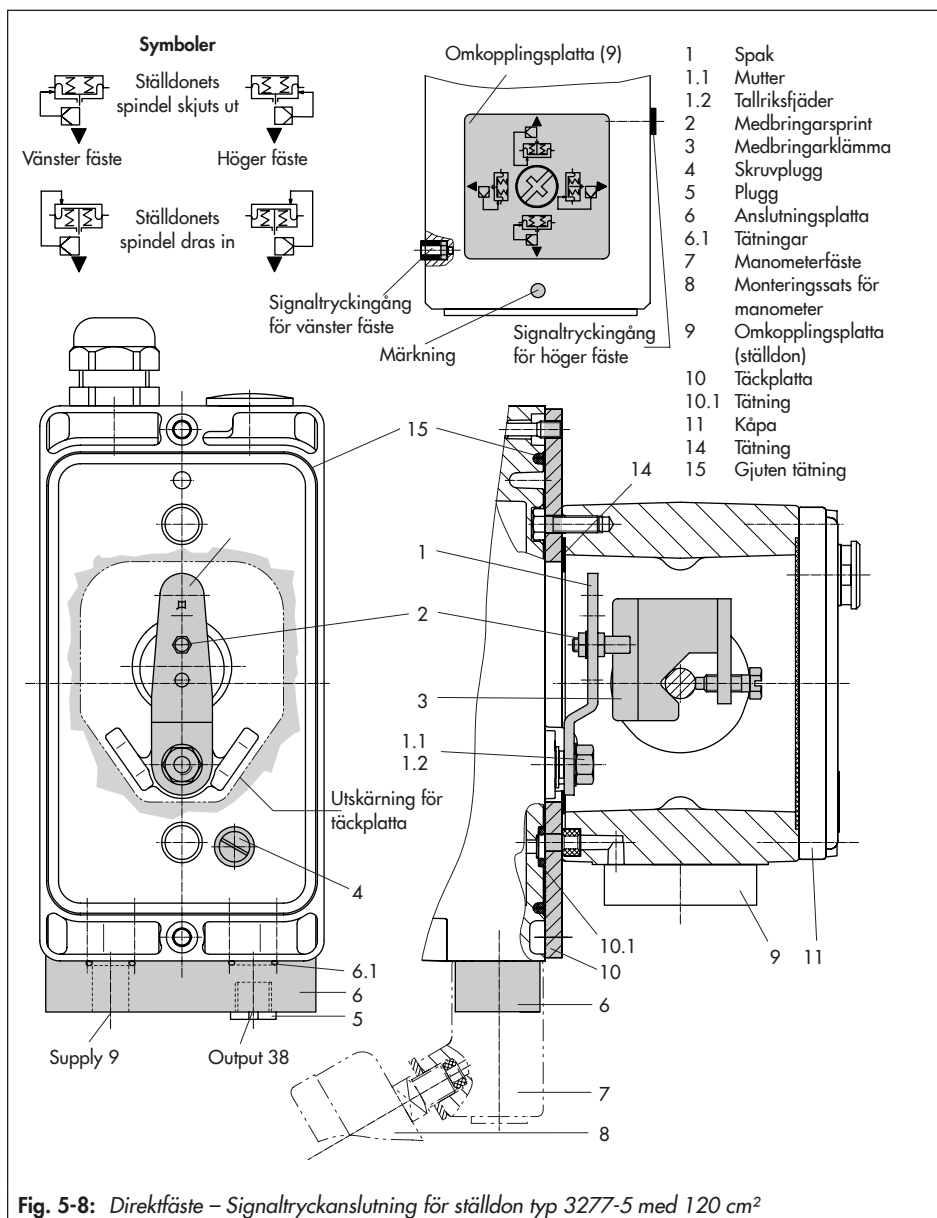

Fig. 5-8: Direktfäste – Signaltryckanslutning för ställdon typ 3277-5 med 120 cm²
➔ Ställdon med 120 cm² (se Fig. 5-8)
➔ Beroende på ställdonets felsäkra verkan "ställdonets spindel skjuts ut" eller "ställdonets spindel dras in", ska du montera omkopplingsplattan (9) på ställdonets ok. Rikta in symbolen för fastsättning på vänster eller höger sida med markeringen (se Fig. 5-8, ovan).
1. Montera anslutningsplattan (6) eller manometerns fäste (7) med manometrar på lägesställaren. Se till att de två tätningarna (6.1) sitter fast ordentligt.
2. Ta bort skruvpluggen (4) på lägesställarens baksida och täta signaltryckutgången (38) på anslutningsplattan (6) eller på manometerfästet (7) med pluggen (5) som ingår i tillbehören.
3. Placera medbringarklämman (3) på ställdonets spindel, rikta in den och skruva åt så att monteringskruven är placerad i spåret på ställdonets spindel.
4. Montera täckplåten (10) med den smala sidan av urtaget (Fig. 5-8, till vänster) vänd mot signaltryckanslutningen. Se till att packningen (14) pekar mot ställdonets ok.
5. Kontrollera sprintpositionen för medbringarsprinten (2) på M-spaken (1). Se slagtabeller för typ av fastsättning. Ändra sprintens position vid behov (se 5.4).
6. Sätt in den gjutna tätningen (15) i spåret på lägesställarhuset och sätt in tätningen (10.1) på husets baksida.